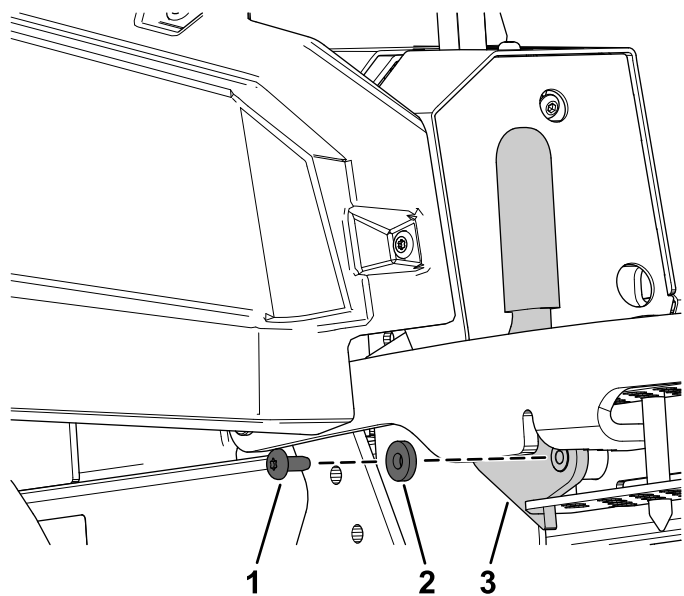

図 20
3. ボルト、ワッシャ、移動走行ロックを取り外す 図 20。